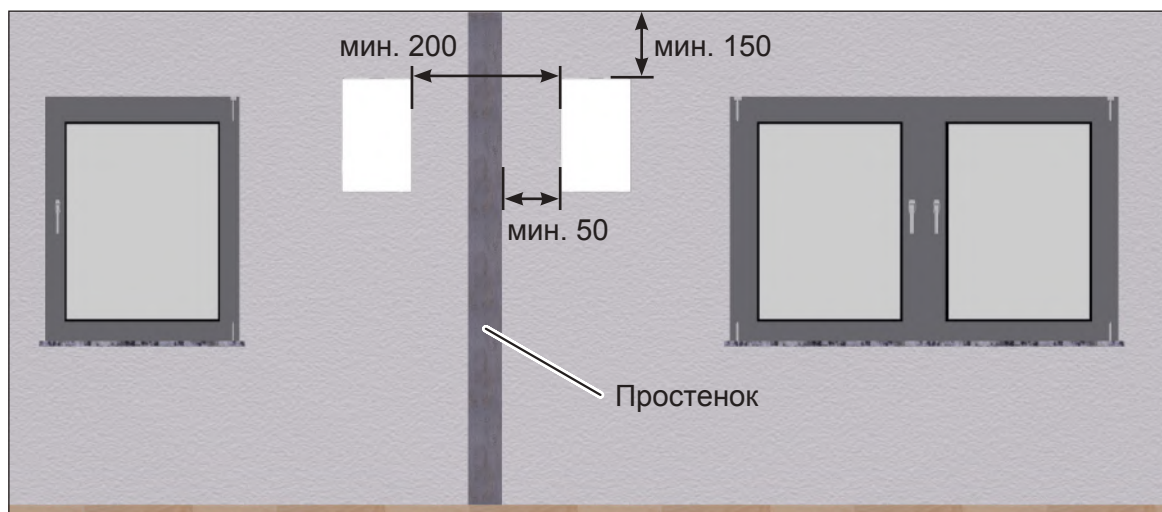

Рис. 7: боковой минимальный отступ между двумя вентиляционными установками, размеры в мм
- ▶ Следить за минимальными отступами (см. рис. 7 на стр. 13):